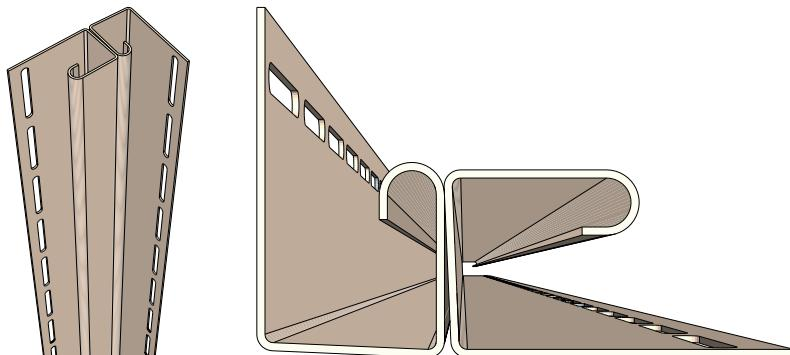

Рисунок 30
- 12.6** Внутренний угол образуется с помощью двух J-профилей (рис. 30).